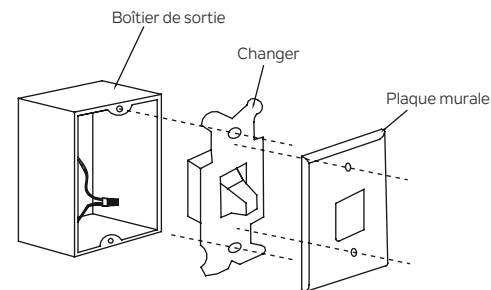

Fig. 22
**Étape 1.** Retirez la plaque murale existante et l'ancien interrupteur de la boîte de prise murale. Câblez les fils NOIR (chauds) avec le connecteur et repoussez à l'intérieur de la boîte de sortie. (Fig. 22)